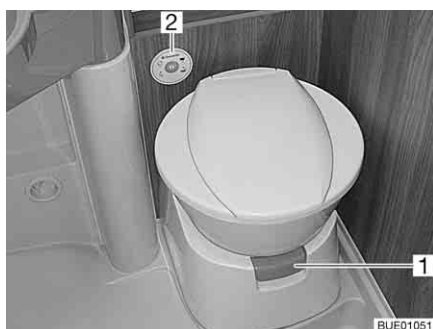
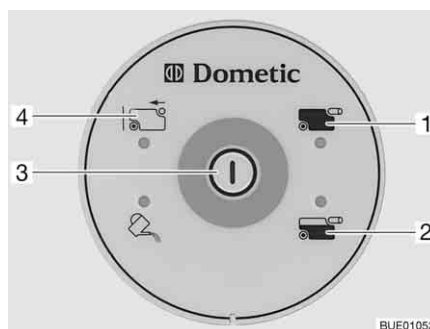

Bild 285 Toalettskål med kontrollenhet
Bild 286 Kontrollenhet toalett
Före användning av toaletten ska lite vatten hällas i toalettskålen. Tryck på spolknappen (Bild 286,3) på kontrollenheten (Bild 285,2).
- Öppna spjället på toaletten före spolning. Dra ut spjällspaken (Bild 285,1).
- För att spola, tryck på spolknappen (Bild 286,3).
Kontrolllampan (Bild 286,2) tänds när latrintanken är fylld till 3/4.
Kontrolllampan (Bild 286,1) lyser när latrintanken måste tömmas.
- Tryck in spjällspaken (Bild 285,1). Spjället stängs. För att kunna tömma toaletten **måste** spjället vara stängt på toaletten.
- Tippa latrintanken lätt och ta därefter ut den helt. På kontrollenheten lyser indikeringen "Ta ur latrintanken" (Bild 286,4).